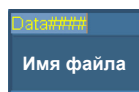

Рис. 3-1 Кнопка параметра Имя файла
- Выберите **Файл > Настройки данных > Имя файла** и введите корневое имя файла перед серией #### (см. Рис. 3-1 на стр. 89).